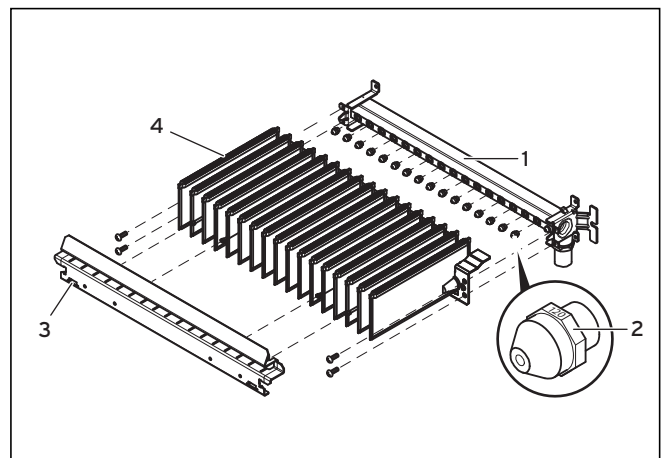

Abb. 6.4 Düsenkennzeichnung
- Prüfen Sie, ob die korrekten Düsen eingesetzt sind, siehe Abb. 6.4 Düsenkennzeichnung. Vergleichen Sie dazu die Kennzeichnung auf den montierten Düsen mit den Angaben in der Tabelle im Abschnitt 10 Technische Daten. Dazu müssen Sie ggf. den Brenner ausbauen, siehe Abschnitt 7.5 Brenner reinigen.